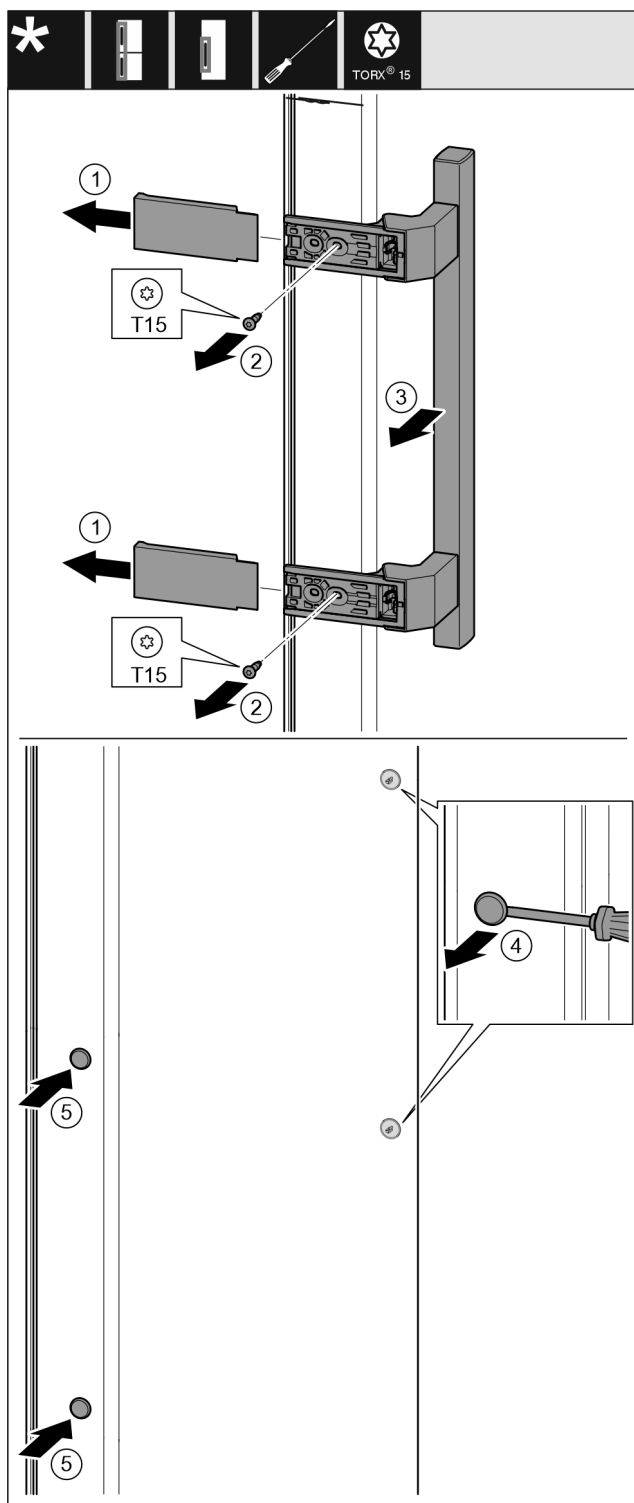

Fig. 16
- Trek de afdekking eraf. Fig. 16 (1)
- Draai de schroeven los met een Torx 15-schroevendraaier. Fig. 16 (2)
- Verwijder de handgreep. Fig. 16 (3)
- Til de zijplug voorzichtig op met een platte schroevendraaier en trek hem eruit. Fig. 16 (4)
- Plaats de stecker terug aan de andere kant. Fig. 16 (5)